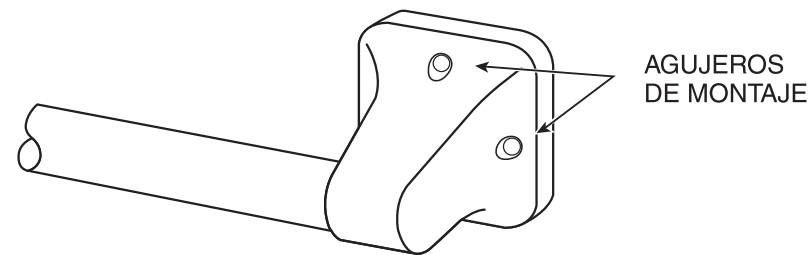

Figura 1
4. Con un lápiz marque los centros de las posiciones de agujeros de montaje de un extremo (vea la Figura 1). Estos son los puntos donde usted taladrará después los agujeros guía para colocar los tornillos. Si instala sobre baldosas de cerámica, coloque cinta adhesiva de papel en las áreas de montaje antes de marcar las ubicaciones de los agujeros para evitar que la broca de punta de carburo se deslice a través de la baldosa.